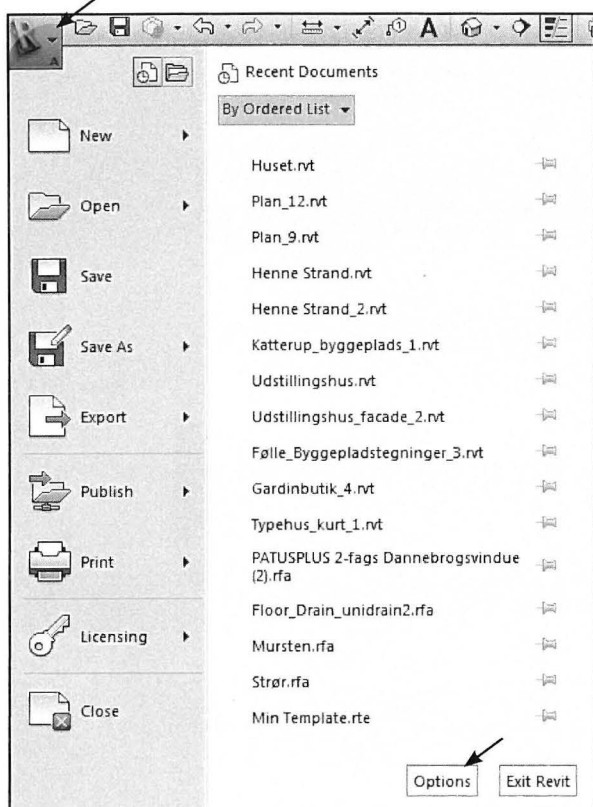

Fig. 18.03. Vælg *Application Menu - Options*.
- Gå op i *Application Menu* i venstre hjørne af skærmen (Fig. 18.03).
- Vælg *Option* (Fig. 18.03).